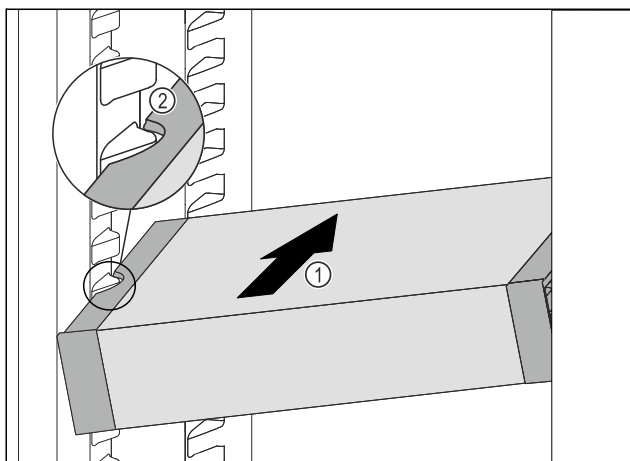

Fig. 112
- ▶ Вдвигайте VarioSafe под наклоном в холодильное отделение Fig. 112 (1), пока боковые выемки Fig. 112 (2) VarioSafe не окажутся на высоте выступа резервуара в холодильном отделении.